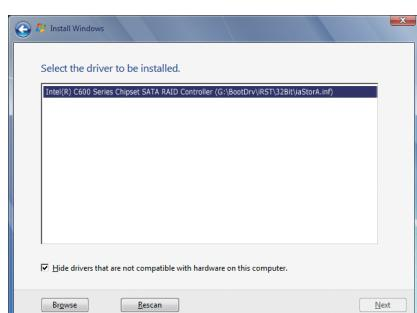
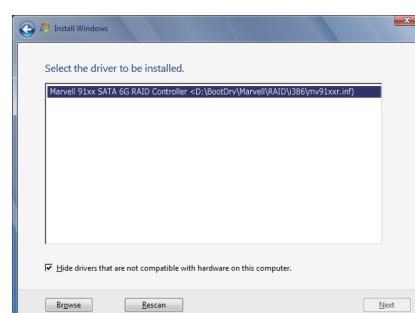

図1
図2
Intel X79の場合、**Intel(R) C600 Series Chipset SATA RAID Controller** (図1)を選択します。Marvell 88SE9172の場合、**Marvell 91xx SATA 6G RAID Controller** (図2)を選択します。Nextをクリックしてドライバをロードし、OSのインストールを続行します。